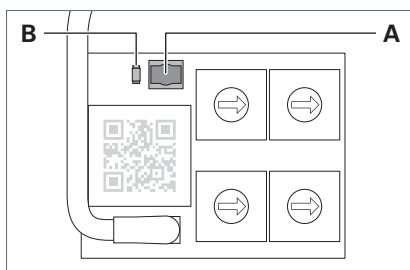

Fig. 9: Taste und LED.
- Drücken Sie die Taste **A** auf dem TALK Modul kurz (kürzer als drei Sekunden), siehe Fig. 9.